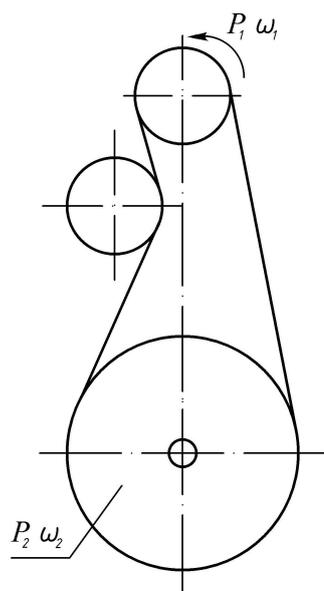

Рис. 10.3. Расчетная схема к задаче № 3
3. Рассчитать плоскоременную передачу с натяжным роликом (рис. 10.3). Мощность на ведущем шкиве P_1 , угловая скорость ω_1 и угловая скорость ведомого шкива ω_2 приведены в табл. 10.3. Режимом работы задаться.